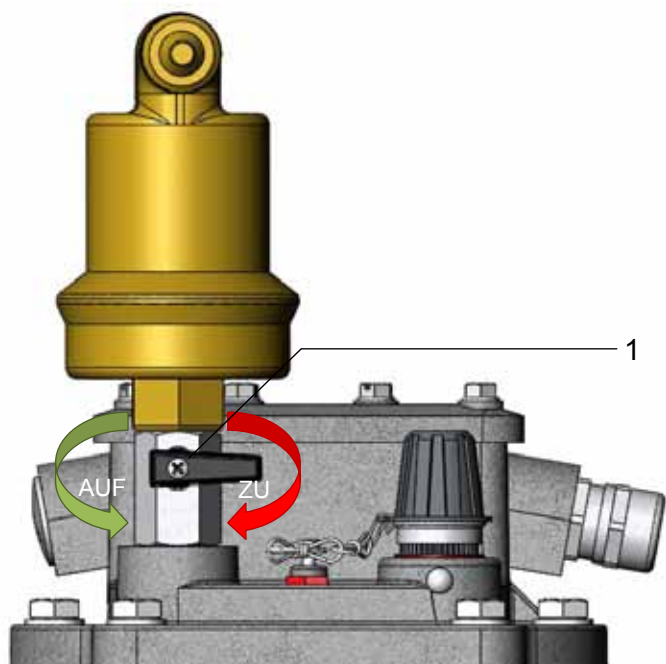

Bild 3 - Automatisches Entlüftungsventil
**Soll das Überwachungsrelais während des Betriebszustandes automatisch entlüftet werden, muss der Minikugelhahn (Bild 3/ Nr. 1) dauerhaft geöffnet sein.**